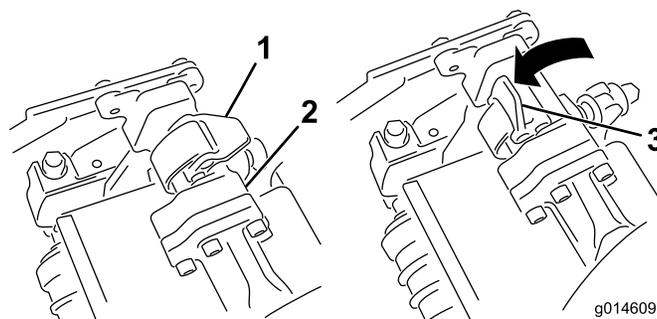
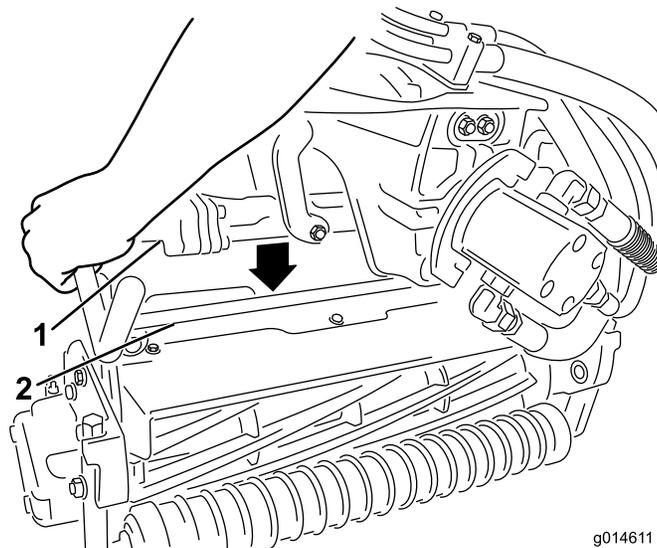

Figure 30
Figure 31
3. Les verrous de la barre de bras de suspension étant orientés en haut (c.-à-d. ouverts) (Figure 30), poussez le bras de suspension vers le bas pour que la barre s'engage sur la barre transversale en haut du plateau de coupe (Figure 31).
4. Fermez les verrous autour de la barre du plateau de coupe et bloquez-les en place (Figure 30).
- Ouvrez les verrous sur la barre du bras de suspension appartenant au plateau de coupe que vous voulez déposer (Figure 30).